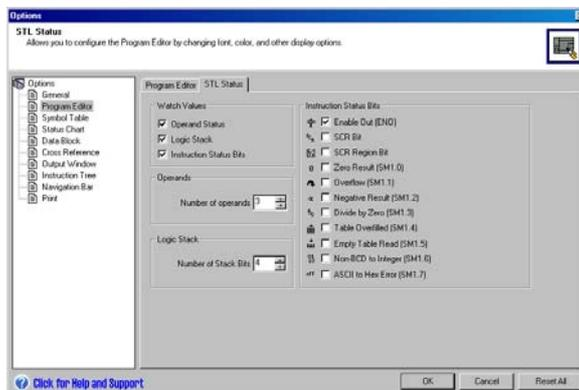

图8-3 STL状态显示选项
STEP 7-Micro/WIN允许您显示STL指令中多种参数的状态。选择工具 > 选项菜单命令，然后选择程序编辑器并点击STL状态标签页。参见图8-3。